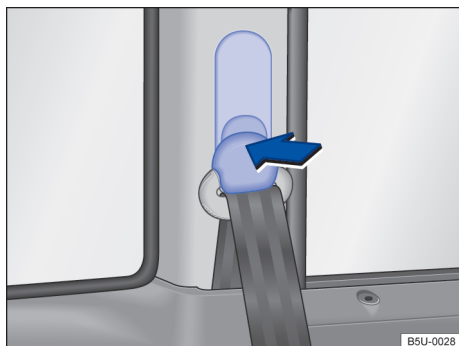

Fig. 30 Ao lado dos bancos dianteiros: regulagem de altura do cinto de segurança.
- Pressionar o dispositivo regulador no sentido da seta e mantê-lo pressionado → Fig. 30.